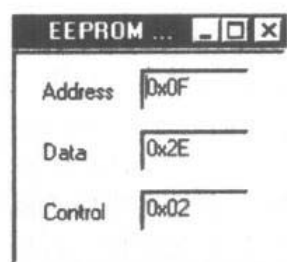

图 7.13
(3) EEPROM 寄存器 当从菜单 View→Peripheral 中选择 EEPROM 寄存器时,图 7.13